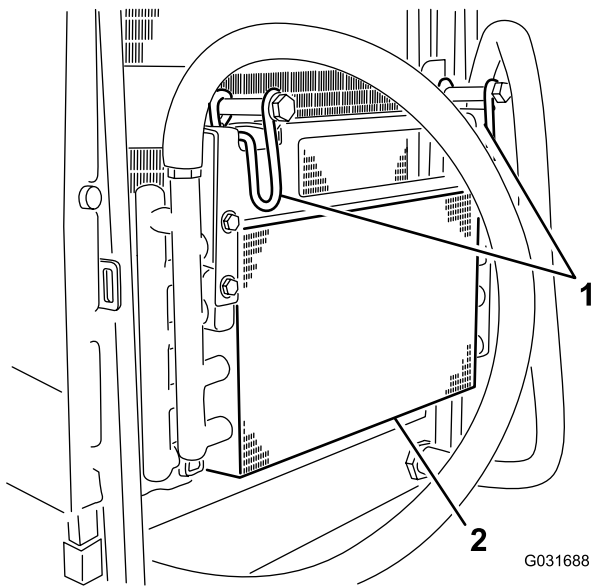

Figura 51
5. Articule os trincos para dentro para libertar o arrefecedor do óleo (Figura 51).